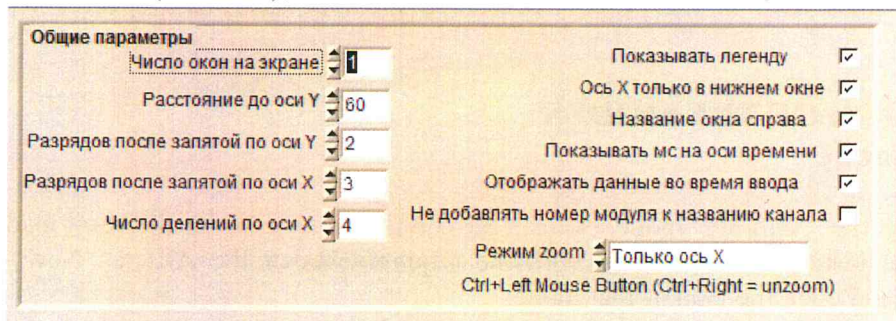

Рисунок 29. Общие параметры
- 6) В высветившемся окне в пункте «Общие параметры» выставите значение «Число окон на экране» равное 1 (рисунок 29);